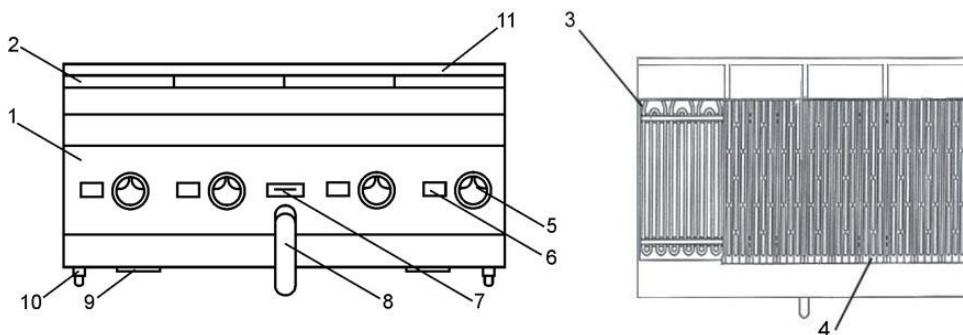

Рис. 1 Общее устройство электрического водяного гриля
Водяной гриль ETK-BST – это электрический прибор с рабочей поверхностью, разделенной на несколько независимых зоны нагрева (от 1 до 7). Каждая из зон представляет собой 3 отдельные чугунные решетки 4 (см. рис. 1), расположенные над 3 нагревательными элементами (ТЭНами) 3. Под нагревательными элементами размещается ёмкость с водой, обеспечивающая равномерность распределения тепла нагревателей и частичное поглощение жира, выделяющегося при жарке. К водяной ёмкости подсоединяется съемная сливная трубка (излив) 8.
Устройство состоит из (см. рис.1):
- Плавно поверните регулятор мощности гриля 6 (рис.1) соответствующей зоны нагрева **по часовой стрелке** и установите необходимую для работы мощность – температуру жарочной поверхности (см. табл.3).